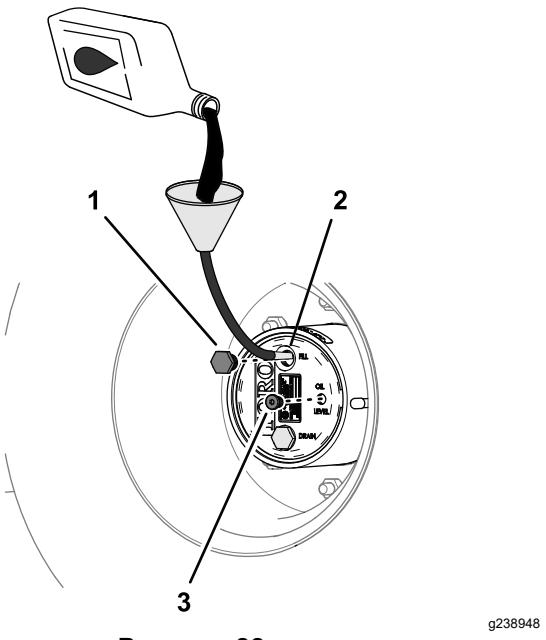

Рисунок 88
масло указанного типа, пока оно не начнет выливаться из контрольного отверстия (Рисунок 88); см. раздел Характеристики масла в планетарной передаче \(страница 77\).
6. Поставьте пробку заливного отверстия и пробку контрольного отверстия на свои места (Рисунок 88).
1. Через заливное отверстие медленно долейте трансмиссионное масло указанного типа; см. Рисунок 88 в разделе Проверка масла в планетарной передаче \(страница 77\).
3. Установите на место пробку заливного отверстия и пробку контрольного отверстия, см. Рисунок 88 в разделе Проверка масла в планетарной передаче \(страница 77\).